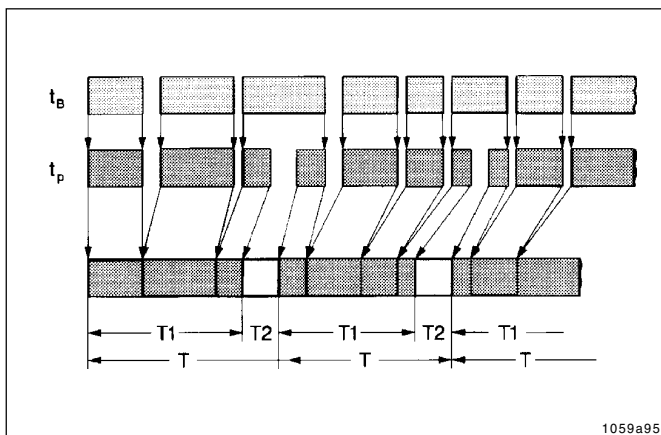
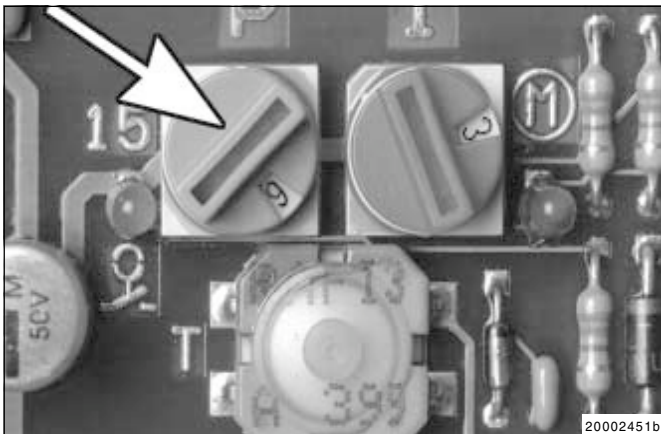

Abb. 5: - Zeitablaufdiagramm
Abb. 7: - Drehschalter, Pausenszeit
- Die Steuerplatine steuert automatisch den Ablauf von Pausen- und Arbeitszeit der Zentralschmierpumpe 203, in Abhängigkeit der Maschinen - bzw. Fahrzeug - Betriebsstunden t_B (Abb. 5).
- Ein Schmierzyklus besteht aus einer Pausen- und einer Arbeitszeit. Nach Ablauf der Pausenzeit beginnt die Arbeitszeit. Der Schmierzyklus wiederholt sich ständig, wenn die Maschine oder das Fahrzeug in Betrieb genommen worden ist, siehe Abb. 5.
- beim Ausschalten des Fahrtschalters gespeichert und aufaddiert (siehe T 1, Abb. 5). Dies geschieht solange, bis die, an dem blauen Drehschalter, siehe Abb. 7 eingestellte Zeit, erreicht ist.